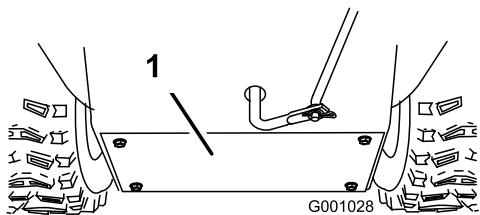

Figura 42
3. Togliete il carter posteriore (Figura 42).